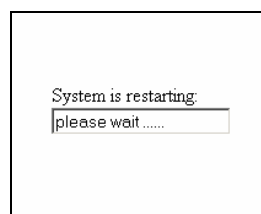

Figure 29 : Mode sans échec – Restauration des paramètres d'usine (4)
4. Cliquez sur **Reboot** pour redémarrer l'IP Control, la Figure 29 apparaît :